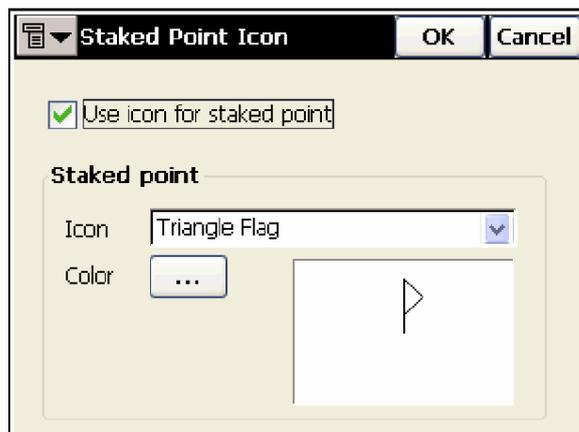

Рисунок 3-15. Экранная форма *Staked Point Icon* (Значок вынесенной точки)
13. Для отображения вынесенной точки на карте особым значком выберите пункт **Display (Отображение)** выпадающего меню, появляющегося после щелчка на пиктограмме, расположенной в левом верхнем углу экранной формы *Config: Stakeout Parm's (Настройка: Параметры выноса в натуру)*. Задайте параметры этого значка в экранной форме *Staked Point Icon (Значок вынесенной точки)* (см. рис. 3-15 на стр. 3-12).